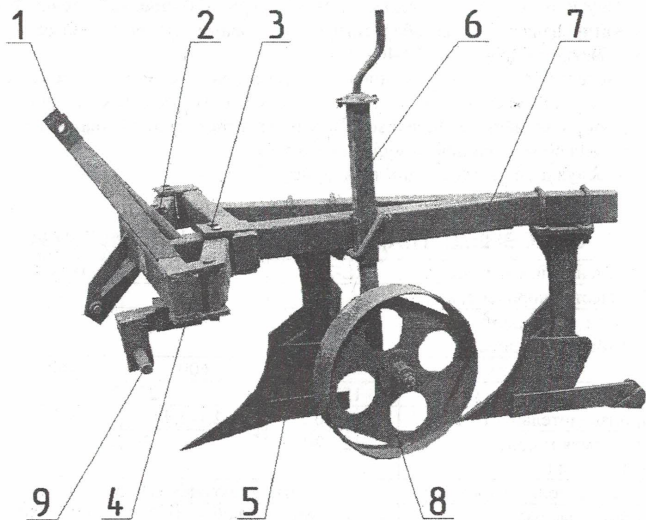
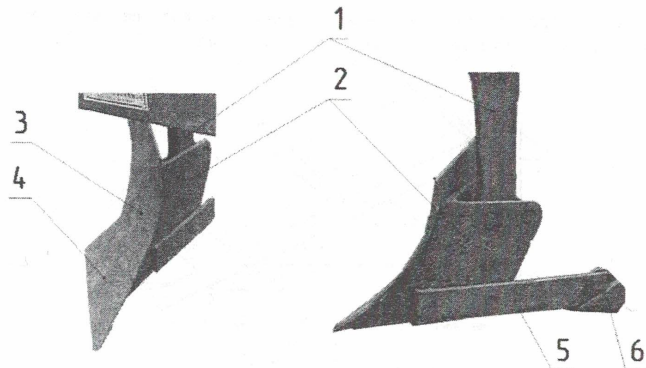

Рисунок 1. Устройство плуга двухкорпусного тип 1L-220
Рисунок 2. Устройство корпуса плуга
Устройство плугов 1L серии 20 рассмотрено на примере двухкорпусного плуга 1L-220 (рис.1). Двухкорпусный плуг состоит из двух корпусов 5, рамы 7, узла навески 1, двух кронштейнов 2 и 4, стопорного пальца 3, стойки колеса 6, колеса опорного 8. Рама плуга предназначена для крепления на ней всех частей плуга и присоединения плуга к трактору через узел навески. Корпусы плуга предназначены для вспашки, оборота пласта земли и рыхления почвы. Опорное колесо предназначено для поддержки плуга во время работы и регулирования глубины обработки.
Корпус (рис. 2) состоит из стойки 1, башмака 2, отвала 3, лемеха 4, доски полевой 5, пятки 6 (направляющая, устанавливается только на крайний задний корпус). Корпус крепится к раме двумя хомутами с гайками (рис.1). Последним по ходу движения устанавливается корпус с пяткой. Корпусы устанавливаются таким образом, чтобы при работе не оставалось необработанных участков.
На стойке колеса опорного 6 (рис.1) приварены две пластины, которые задают положение стойки 6 при установке на раму 7. Стойка крепится к раме 7 хомутом с гайками. Глубина вспашки задается установкой колеса опорного относительно нижней части полевой доски корпуса плуга 5 (рис. 2) и регулируется рычагом стойки с помощью червячной передачи, установленной внутри колесной стойки.
3. соединить пальцы навески 9 (рис.1) плуга с нижними тягами навески трактора, а верхнюю тягу узла навески 1 (рис.1) плуга с верхней тягой навесного устройства трактора с помощью пружинных шплинтов;
6.3.2. Глубина пахоты устанавливается перемещением опорного колеса 8 (рис. 1) вверх или вниз.